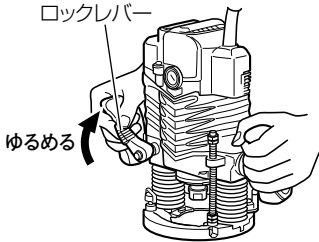
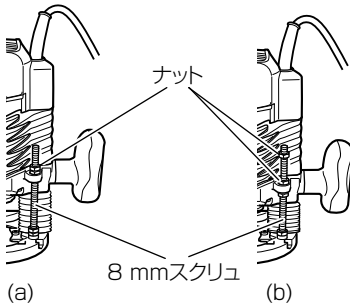

図 5
図 6
(1) 切込み深さの調節は、ストップポールを用います
- ① ルータを平らな材料の表面に置きます。
- ② ポールロックレバーをゆるめ、ストップポールをストップブロックに当てます。
- ③ ロックレバーをゆるめ、ビットの先端が材料の表面に軽く当たるまで本体を押し下げます。この位置でロックレバーを締付けます。(図5)
- ④ ポールロックレバーを締付け、スケールマーカを目盛り"0"に合わせます。
- ⑤ ポールロックレバーをゆるめます。望む切込み深さの目盛りにマーカを上げてちょうボルトを締めます。
- ⑥ ロックレバーをゆるめて、ストップポールがストップブロックに当たるまで本体を押し下げますと、所要の切込み深さが得られます。
(2) 8 mm スクリューに付いている2つのナットをゆるめて、下へ動かすとロックレバーをゆるめた時のビットの先端の位置を下げられます。こうするとビットを切削位置へ合わせやすくなります。(図6(a))
また、上下のナットを締付けて切込み深さを固定することができます。(図6(b))